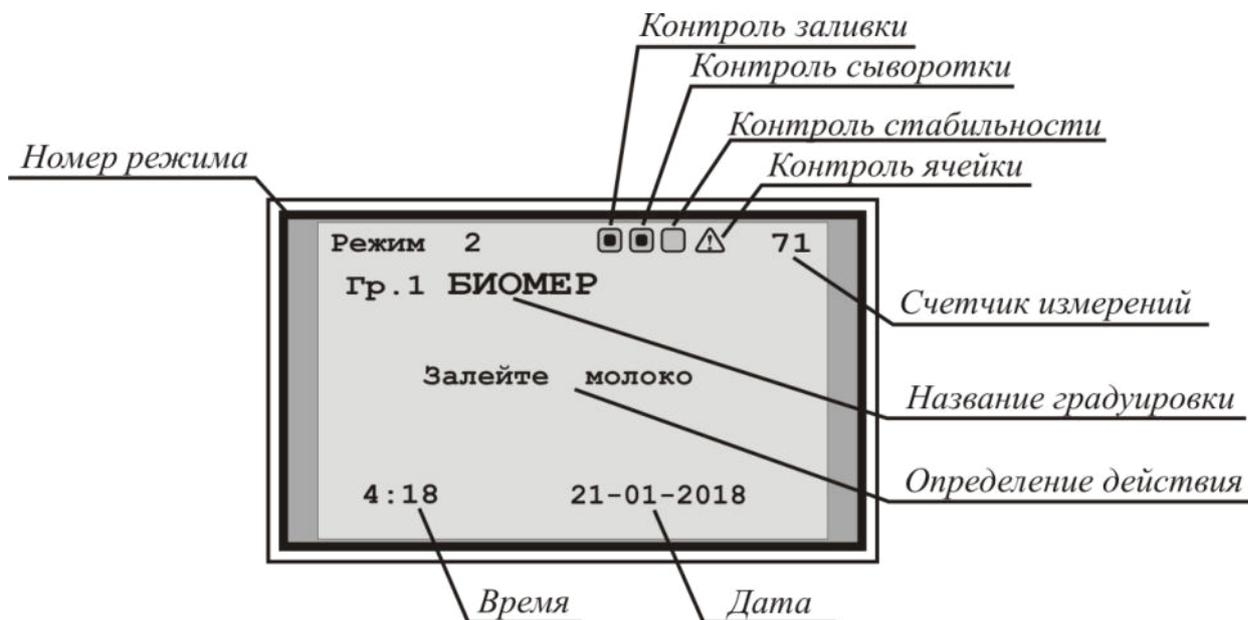

Рисунок 2.2
(рисунок. 2.2):
2.5.2 После выхода прибора в режим готовности к измерениям (рисунок 2.2) следует установить соответствующую градуировку (если у пользователя их несколько) и индицируемые показатели, которые требуются пользователю. Перед началом измерений если имеется необходимость подключения анализатора к компьютеру, термопринтеру или внешнему индикатору также требуется установить и настроить соответствующие программное обеспечение.